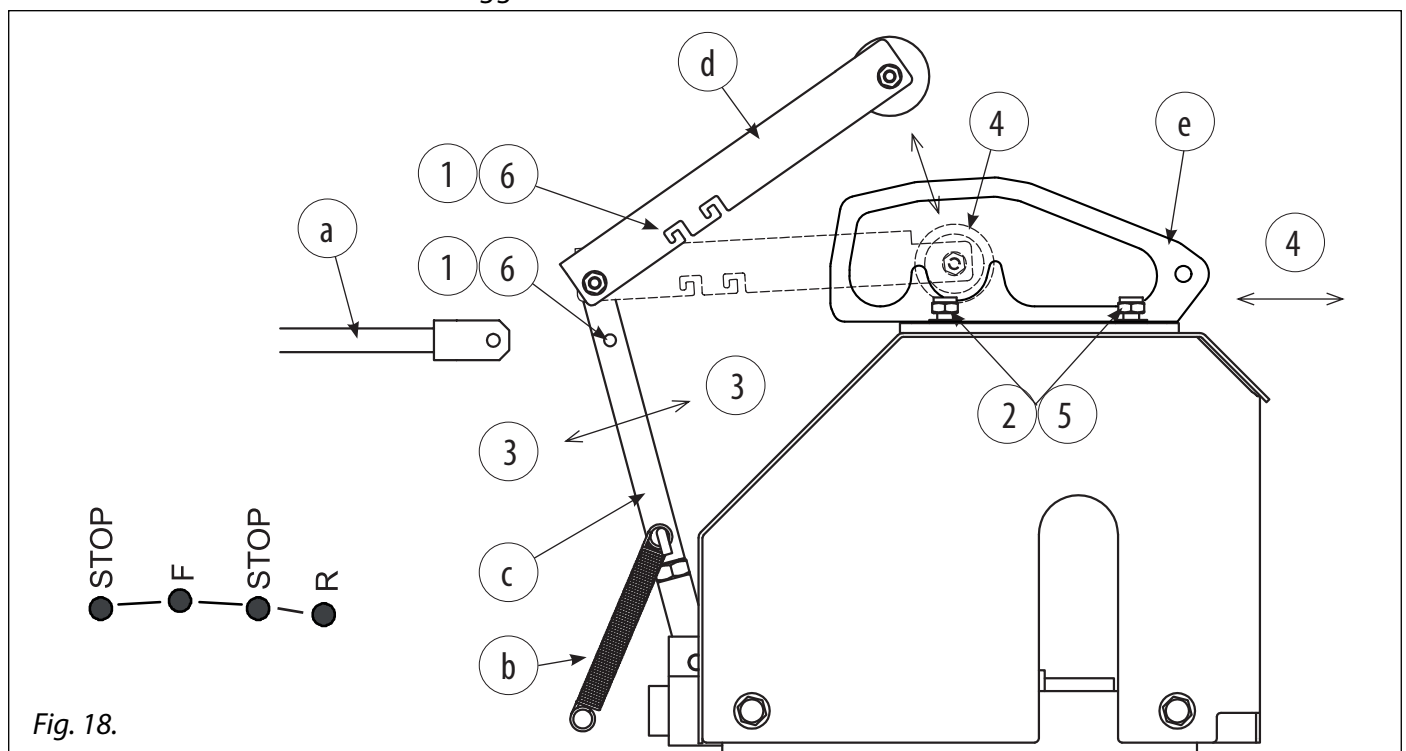

Fig. 18.
1. Fjernstyrespaken (a) og fjæren (b) frastaget (c) og fra rullestaket (d). (Fig. 18).